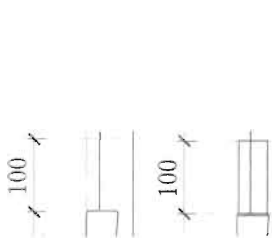

图 6-72
(5) 单击“修改”工具栏中的“倒角”按钮, 对矩形上面的两个角进行倒角, 然后捕捉倒角后的端点向上绘制直线, 如图 6-72 所示, 倒角命令执行过程如下。